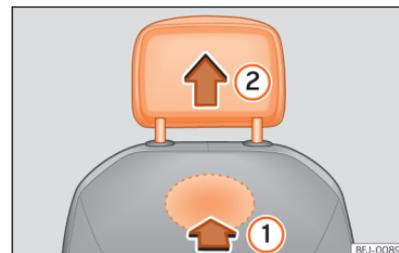

Fig. 96 Encosto de cabeça dianteiro: desmontagem.
- Para desbloqueá-lo, procure o entalhe situado na parte traseira do encosto na zona marcada e pressione no sentido da seta »» Fig. 96 ①.
- Retire o encosto de cabeça no sentido da seta ②.